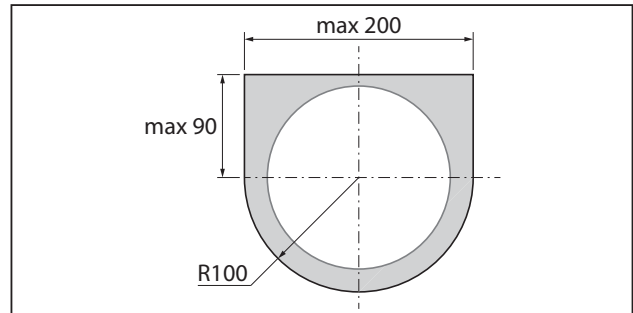

Abb. 8. Größe und Form der Aussparung
2. Nach der Kernlochbohrung durch die Wand bereiten Sie eine Aussparung in der Wand vor, 25 mm tief, zur Verlegung des Kabels und der Schnittstellen, die an die Montageplatte angeschlossen werden. Die Form des Kabelschlitzes ist in Abb. 8 abgebildet.